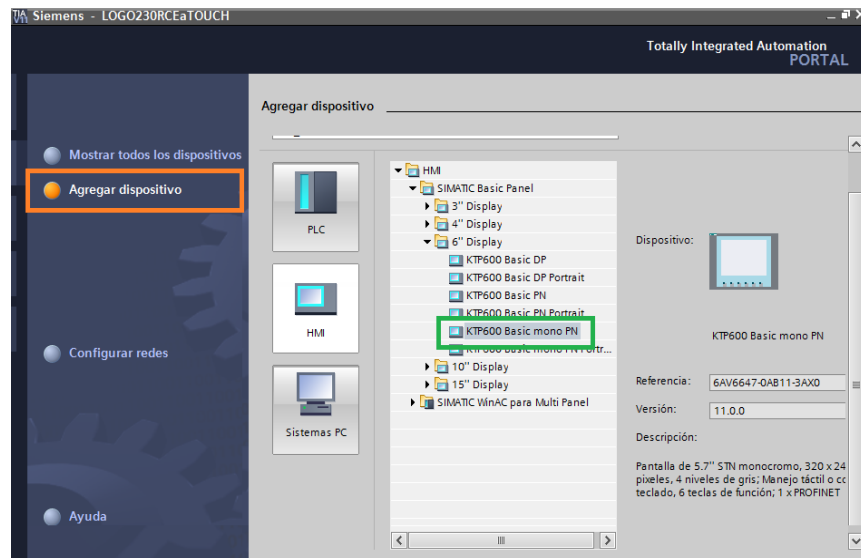

Figura 128: Ventana TIA PORTAL – Selección de dispositivo.
9. En la siguiente ventana seleccionar en agregar dispositivo Figura 128. Seleccionar el dispositivo que en este caso es “HMI”, dentro de SIMATIC Basic Panel la opción 6” Display , por último el KTP600 BASIC mono PN, como lo muestra en el cuadro verde.